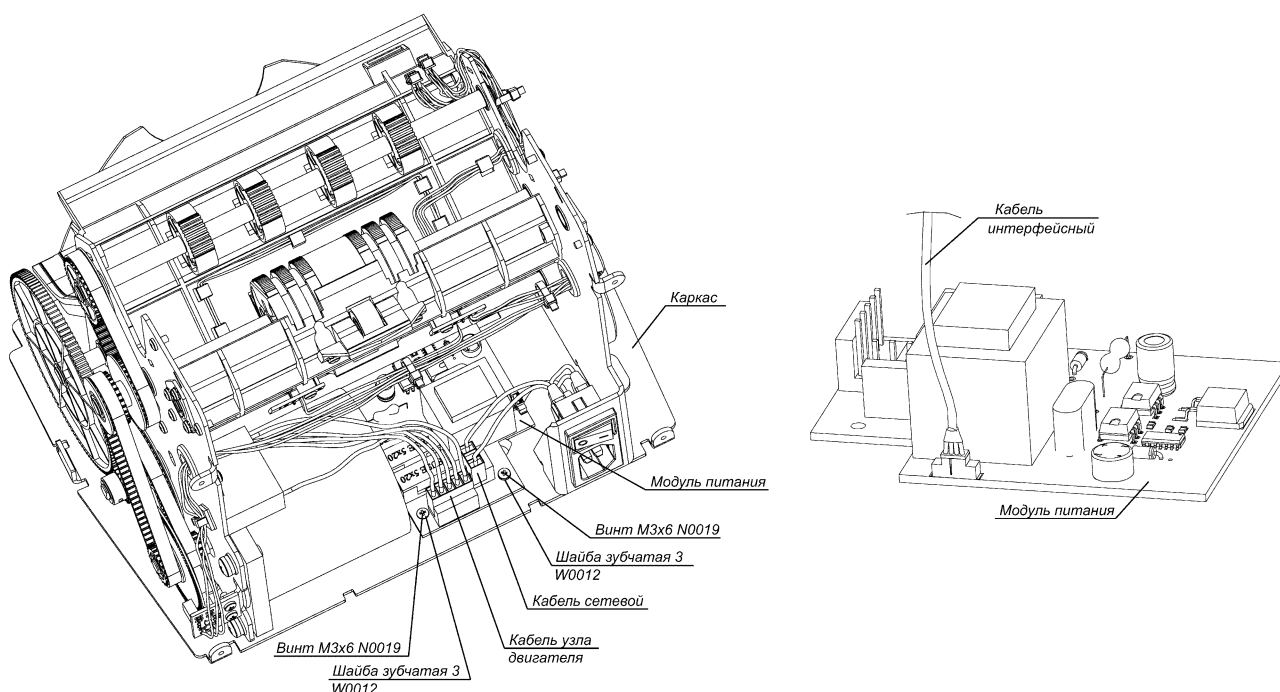

Рис. 19
Рис. 19а
2. Вывинтите два винта М3х6 N0019, прижимающие модуль питания к каркасу, и извлеките две шайбы зубчатые 3 W0012 (Рис. 19).
Установку модуля питания производите в обратной последовательности, при этом модуль питания должен войти в пазы дна (Рис. 19а).